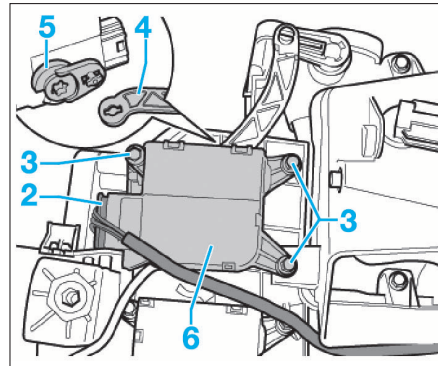

FIG. 44
- Repérer le connecteur électrique (2) du servomoteur (6) et le débrancher (Fig.44).
- Déposer les vis de fixation (3).
- Détacher la tringle (4) du levier (5) du servomoteur (6).